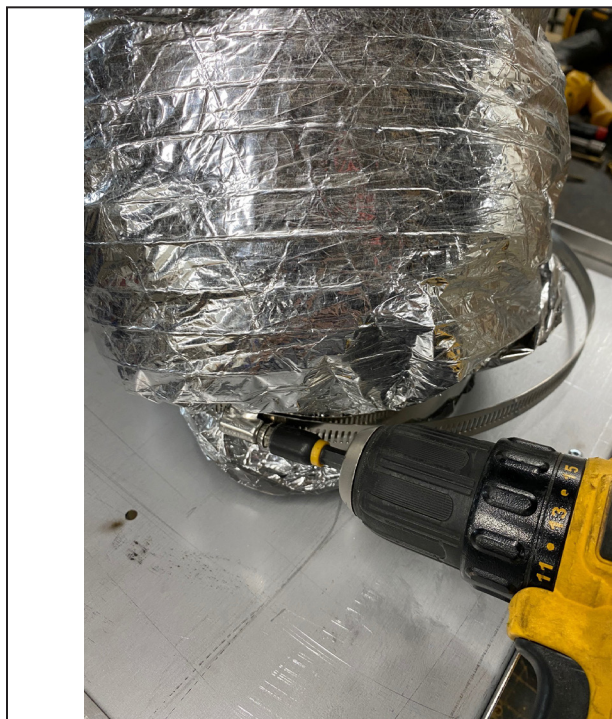

FIGURE 2.15 Revêtement installé avec collier de serrage
11. Posez le collier de serrage sur le raccord de 6 po du HTK-EXT, tel que montré à la **FIGURE 2.13**. Fixez le revêtement intérieur de 6 po au raccord avec (3) vis à tôle. Utilisez le collier de serrage pour fixer le revêtement isolant extérieur par-dessus le revêtement intérieur au raccord du HTK-EXT. Voir les **FIGURE 2.14** et **FIGURE 2.15**.
13. Glissez le collier de serrage sur le collet du chute d'air du HTK fixé au foyer. Fixez le revêtement intérieur de 6 po au raccord avec (3) vis à tôle. Utilisez le collier de serrage pour fixer le revêtement isolant extérieur par-dessus le revêtement intérieur et le collet du chute d'air du HTK.
16. Après avoir installé tout le câblage nécessaire, réinstallez le couvercle (du chapeau d'évacuation) en utilisant les (6) vis retirées précédemment.